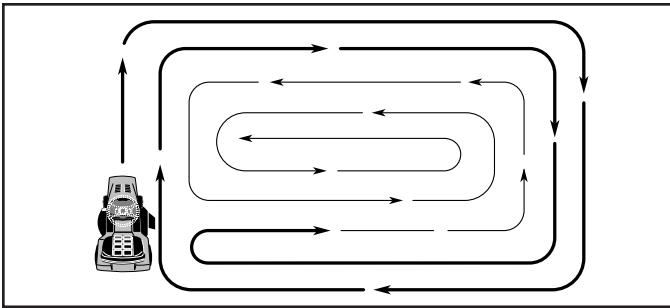

Fig. 17
- Al segar las áreas grandes, empiece girando a la derecha de modo que los recortes se descarguen, alejándose de los arbustos, cercos, entradas de automóviles, etc. Después de una o dos vueltas, siga en la dirección opuesta, haciendo virajes a la izquierda, hasta que termine (Vea Fig 17).